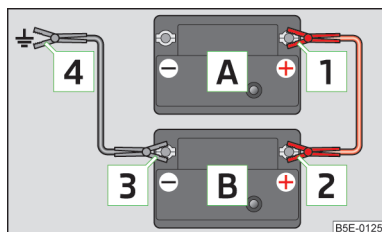

Fig. 203
- Fissare il morsetto **1** al polo positivo della batteria scarica **A** » fig. 203.